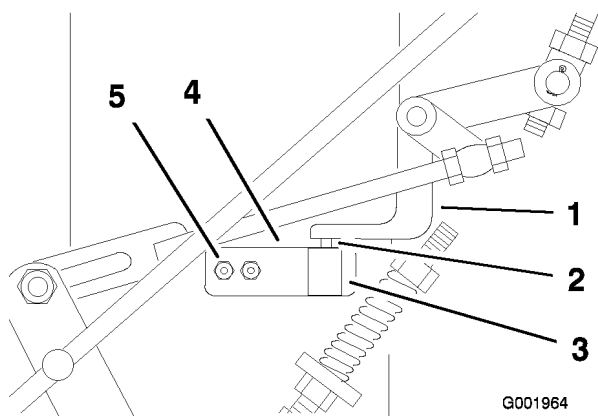

Figura 45
9. Compruebe el recorrido de la palanca en la ranura del panel de control. La palanca debe estar centrada aproximadamente en la ranura del panel de control (Figura 45).
11. Con la palanca de control de la velocidad en la posición de punto muerto, compruebe que el interruptor de seguridad está presionado y que un espacio de 3–6 mm (1/8–1/4 pulgada) entre la barra accionadora y el interruptor de seguridad (Figura 45).
12. Para ajustar la posición del interruptor, afloje los dos tornillos del soporte que sujeta la chapa del interruptor al bastidor (Figura 45).
13. Ajuste el interruptor hacia arriba o hacia abajo hasta obtener un espacio de 3–6 mm (1/8–1/4 pulg.) (Figura 45).
14. Apriete los dos tornillos del soporte que sujeta la chapa del interruptor (Figura 45).